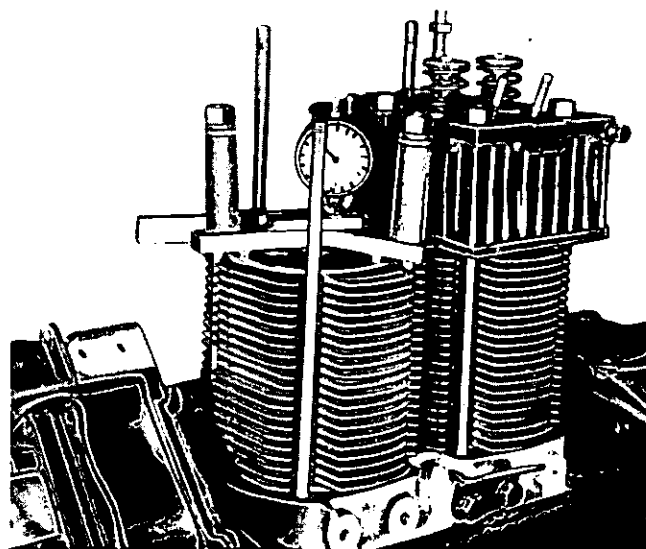

Fig. 34 - Controllo della distanza tra il cielo del pistone ed il piano di appoggio delle guarnizioni della testa dei cilindri
- montare, la massa, con la lettera S bulinata, nella sua sede, nel supporto B, indi inserire anche la massa D facendo coincidere i denti bulinati, come riportato in fig. 34 b;
- Controllare che il cielo del pistone al P.M.S. disti dei valori previsti rispetto al piano di appoggio delle guarnizioni di testa con i seguenti attrezzi (Fig. 34):
- il gruppo così ottenuto dovrà essere montato sotto il monoblocco curando che i riferimenti dei denti coincidano come in fig. 34 b.
Fig. 34 b - Registrazione e messa in fase delle masse controrotanti